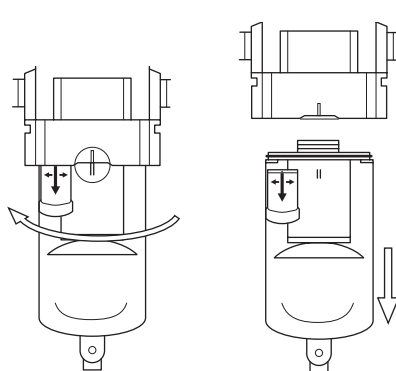

図2
- ③ そのままの状態でもまたは左に45度（ボディの∥印とケースの∥印を合わせてください。）回転させた後にケースを下方方向に引くとケースとエレメントが外れます。(図2)
- ④ ケースからエレメントを取り出します。